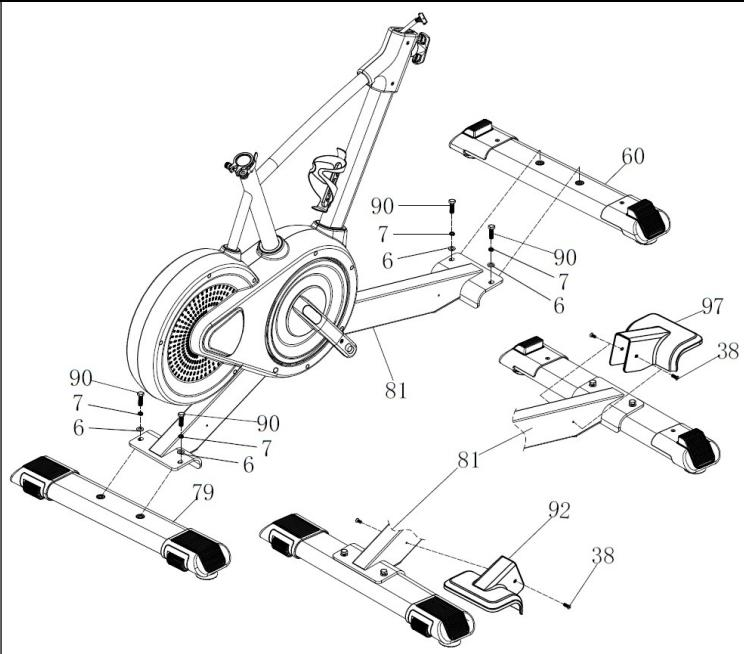

Fig.2
Introduzca el tubo del sillín (31) por el agujero del tubo saliente del cuerpo principal (81) y apriete la palanca (40), Fig.2.
Afloje la palanca de apriete (40), Fig.2, coloque el sillín a la altura adecuada para realizar el ejercicio y apriete fuertemente la palanca (40).